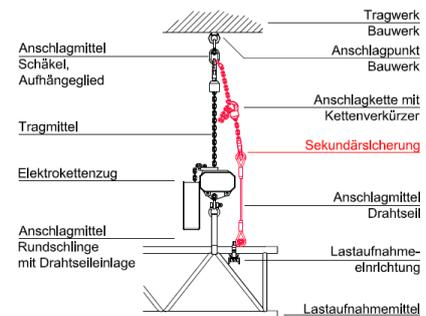

Abb.1
- Der **D8-Elektrokettenzug nach DGUV Vorschrift 54** ist nicht zum Halten und Bewegen von Lasten über Personen zulässig. Ein D8-Kettenzug darf in der Veranstaltungs- und Produktionstechnik ausschließlich beim Auf- und Abbau zum Heben von Lasten eingesetzt werden. Nach Beendigung der Lastbewegung ist eine Sekundärsicherung zu installieren und der Kettenzug spannungsfrei zu schalten. Es sind Sekundärsicherungen einzusetzen, die keinen Fallweg zulassen. (siehe Abb.1)